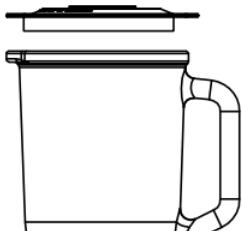

Fig.6
2. Introduisez les aliments à mixer dans le bol (voir Fig.6). Il faut généralement ajouter une certaine quantité d'eau potable pour aider l'appareil à mixer. La proportion d'aliment et d'eau est de 2:3. La quantité à mixer ne doit pas dépasser le niveau maximum indiqué sur le bol.